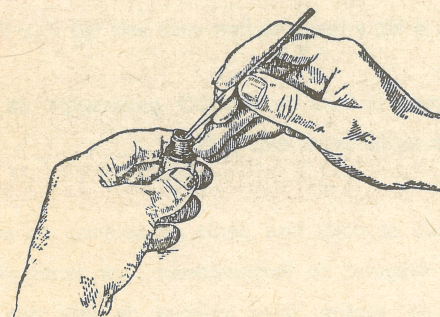

Fig. 44 — Raspagem do depósito de carvão com uma pinça própria
98. O depósito de carvão pode facilmente raspar-se com um canivete ou uma pinça própria (fig. 44). Deve ter-se, porém, o